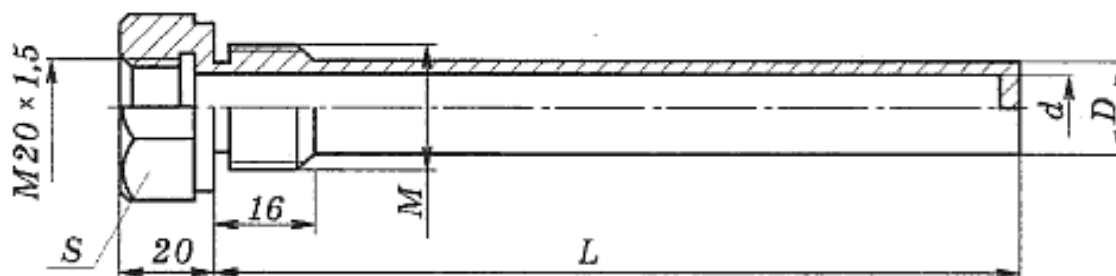

Рисунок 4. Эскиз гильзы ( $D=12\text{мм}$ ,  $d=9\text{мм}$ ,  $S=27\text{мм}$ ,  $L$ -длина погружной части датчика-10мм)
- защитная гильза - при давлении теплоносителя более 0,4 МПа или скорости потока более 1,5 м/с., рисунок 4. Пространство между защитной гильзой и датчиком температуры следует залить машинным маслом;